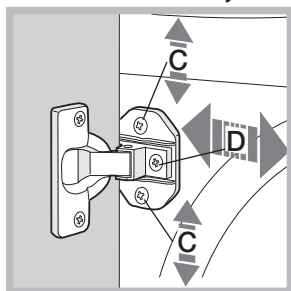

Fig. 7
- Për të rregulluar pozicionin e panelit të drurit në drejtimin vertikal si dhe horizontal, përdorni vidat **C** dhe **D** siç tregohet në fig. 7.